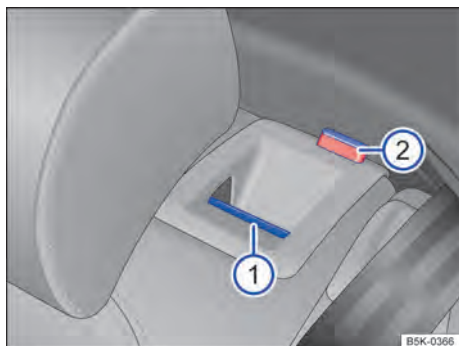

Fig. 65 No encosto do banco traseiro: botão de destravamento.
- Puxar o botão de destravamento → Fig. 65  para frente e, ao mesmo tempo, rebater o encosto do banco traseiro para frente.
- A respectiva parte de encosto do banco traseiro estará destravada quando a marcação vermelha → Fig. 65  estiver visível.
- A marcação vermelha → Fig. 65  não pode mais estar visível.